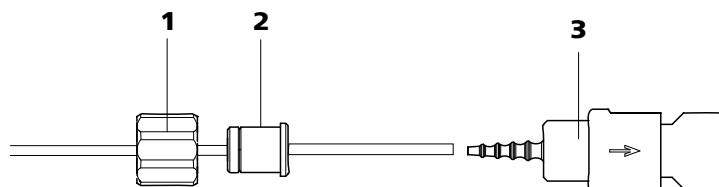

Abbildung 26 Instalar a conexão do tubo de bomba com filtro
- **Possibilidade A:** uma conexão do tubo de bomba **com filtro** 6.2744.180 (*siehe Abbildung 26, Seite 51*) ou